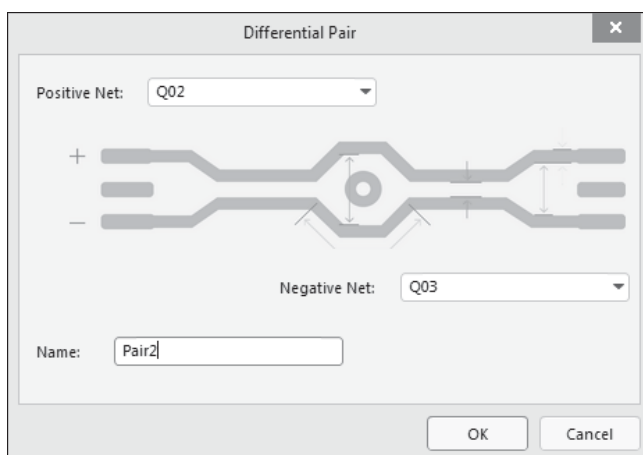

Рис. 6.34. Диалоговое окно назначения новой дифференциальной пары
- щелчком на кнопке **Add** запустить процедуру объявления новой дифференциальной пары — откроется окно формирования дифференциальной пары **Differential Pair** (рис. 6.34);